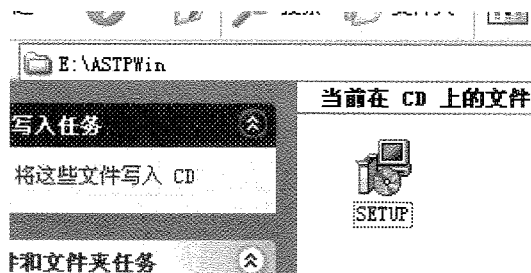

图 4-24 ASTPWin 文件夹里的 SETUP 文件
(2) 若未出现上述界面, 则双击光驱目录下的 ASTPWin 文件夹里的 SETUP 文件 (图 4-24)。